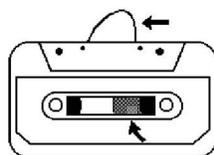
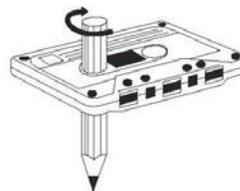

Fig.1
Fig. 2
- Revise que no haya capas de cinta sueltas visibles a través de la ventana central del casete (ver Fig. 1). Elimine las capas sueltas de cinta utilizando un lápiz o bolígrafo cuyo cilindro sea hexagonal, antes de insertar el casete (ver Fig.2)
- Si siente que la cinta está tensa durante su funcionamiento (ver Fig.2), la cinta puede haberse quedado atorada debido a que se formaron abultamientos al rebobinar la cinta (visibles a través de la ventana central del casete). Estos se pueden eliminar, en la mayoría de los casos, al rebobinar rápido el casete de un lado hacia el otro y luego hacerlo hacia el otro lado.